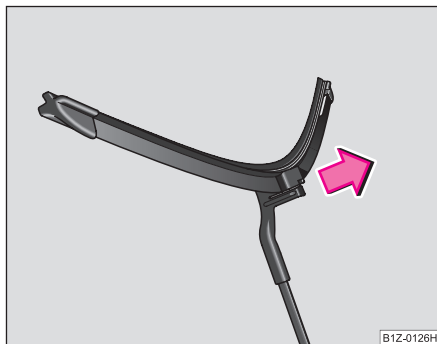

Fig. 56 Escobilla limpiaparabrisas
- Retire la escobilla en el sentido de la flecha ⇒ fig. 56 ⇒ .